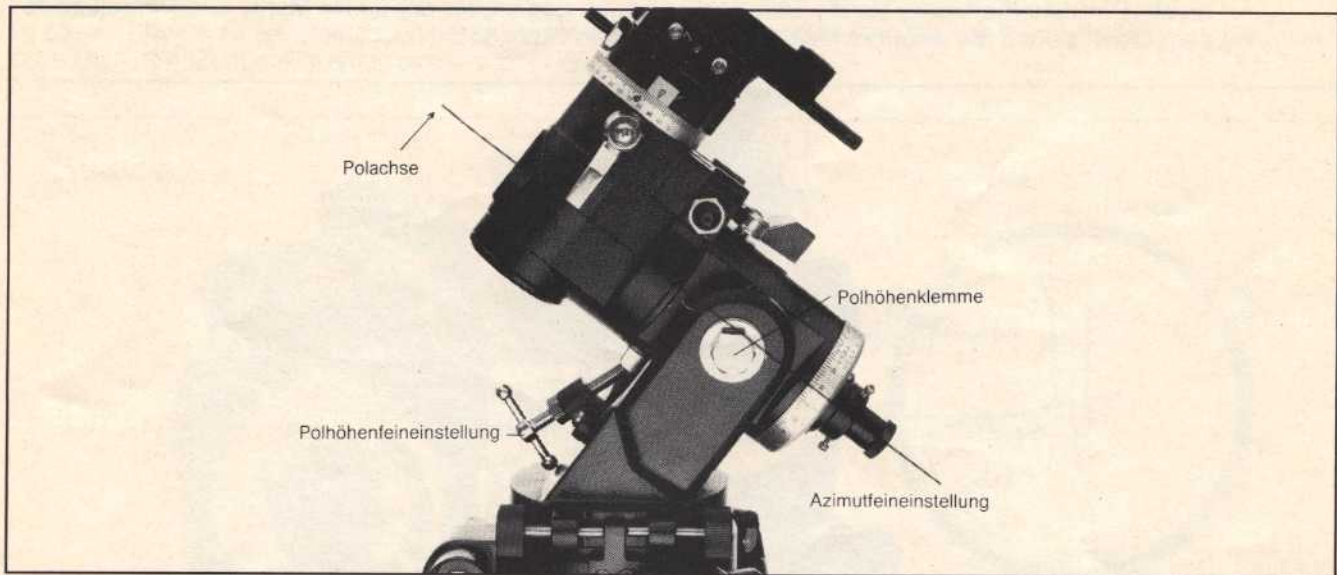

Abb. 33: Die Feineinstellungen der Polachse
c) Lösen Sie die Polachsenklemmung und die Polhöhenfeineinstellschraube. Danach neigen Sie die Polachse so weit, bis Sie einen freien Blick auf die Einstellkreise haben (Abb. 33).
- h) Peilen Sie nun durch den Polsucher. Wenn Sie die Grobausrichtung nach Kapitel 7.1 vorher durchgeführt haben, so sollte der Polarstern bereits im Gesichtsfeld des Polsuchers sichtbar sein. Stellen Sie den Polarstern mit Hilfe der Polhöhen- und Azimutfeineinstellungsschrauben in den kleinen Kreis ein (Azimut- und Polhöhenfeineinstellung siehe Abbildung 33). Ziehen Sie nun vorsichtig alle Schrauben an, ohne daß der Polarstern den kleinen Kreis verläßt.